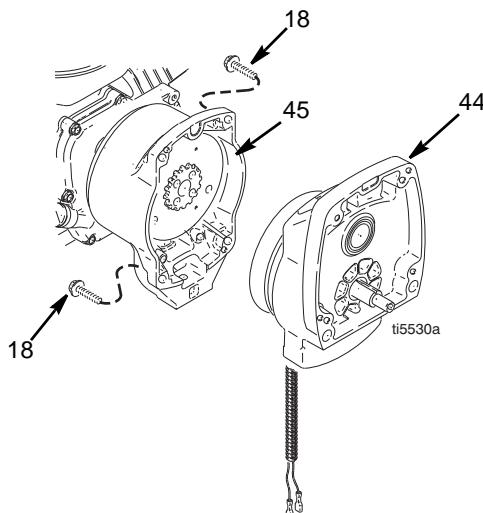
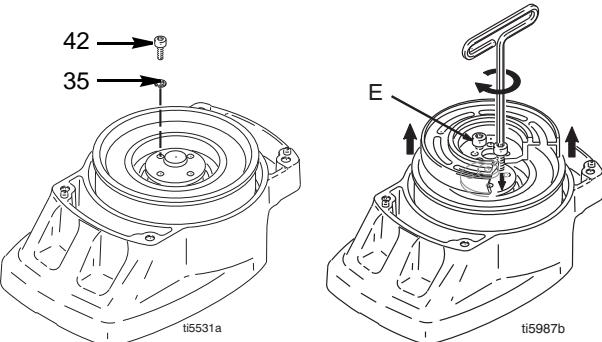

FIG. 4
FIG. 5
4. FIG. 4. Fjern fire skruer (18) og pinjong-enheten (44).
5. FIG. 5. Legg pinjong-enheten (44) på arbeidsbenken med rotorsiden vendt opp.
6. Ta ut de fire skruene (42) og låseskivene (35). Sett to av skruene i hullene med gjenger (E) i rotoren, eller trekk til skruene helt til rotoren kommer av.
- FIG. 5. Legg pinjong-enheten på arbeidsbenken med rotorsiden vendt opp.
- Ha locktite på skruene. Monter fire skruer (42) og låseskiver (35). Skruene trekkes til vekselvis med et moment på 125 in-lb helt til rotoren sitter godt. Bruk hullene med gjenger til å holde rotoren.
- FIG. 4. Monter pinjong-enheten (44) med fire skruer (18).